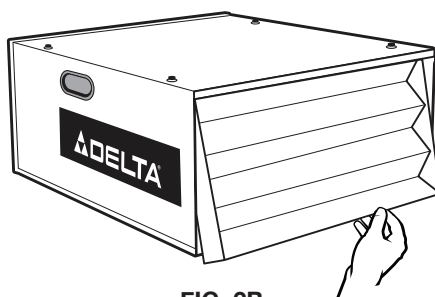

FIG. 2B
3. Retirer le filtre interne en soulevant le bas et en tirant vers l'extérieur (Fig. 2B).